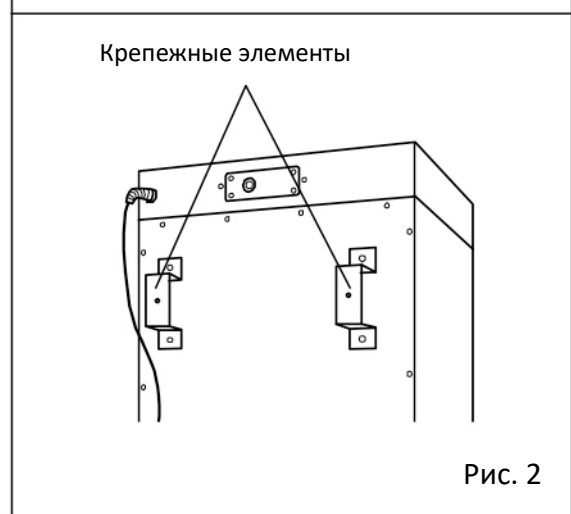

Рис. 2
Используйте крепежные элементы на задней панели холодильника (которые также используются для предотвращения его опрокидывания или падения) и прикрепите холодильник к стене с помощью прочной веревки или цепи. [Рис. 2]
5. Открутите пробку (винтового типа) на контрольной бутылке, как показано на Рис. 2.